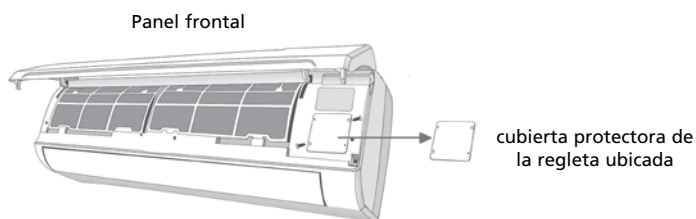

Ilustración 19
- Para poder montar el cable a la regleta de bornes de la unidad interior: Elimine la placa frontal y la cubierta protectora de la regleta ubicada en el lado derecho de la unidad interior. Véase ilustración 19.